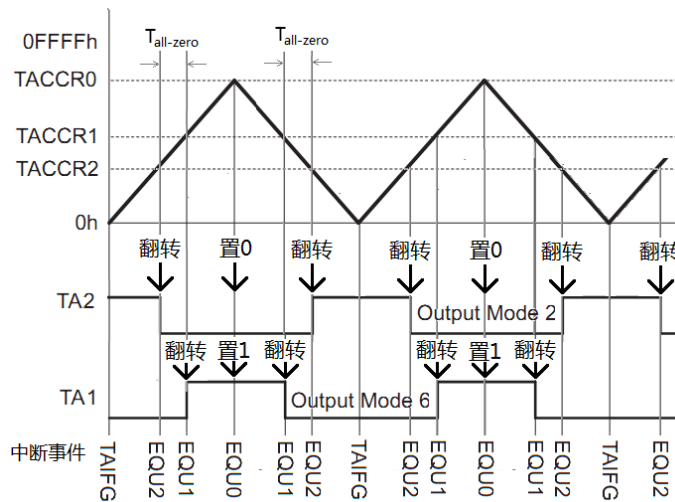

图 6.14 利用比较模块生成带死区的双路 PWM
4) 模式 2 和模式 6: 用于产生带死区时间控制的互补 PWM。如图 6.14 所示，两信号均